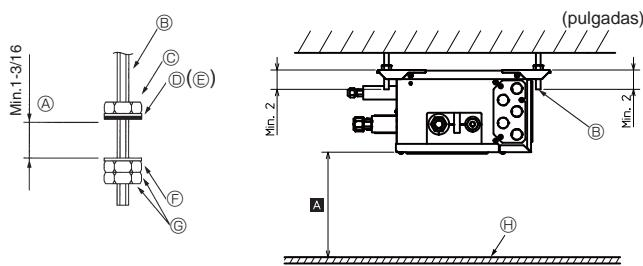

Fig. 6-1
- (2) Fije las arandelas (①, ②) y tuercas (adquiridas localmente) a los pernos de suspensión. (Fig. 6-1)
- (3) Cuelgue la unidad de los pernos de suspensión.
- (4) Apriete completamente las tuercas (compruebe la altura del techo).
- (5) Utilice un nivel para alinear la caja de derivación horizontalmente.